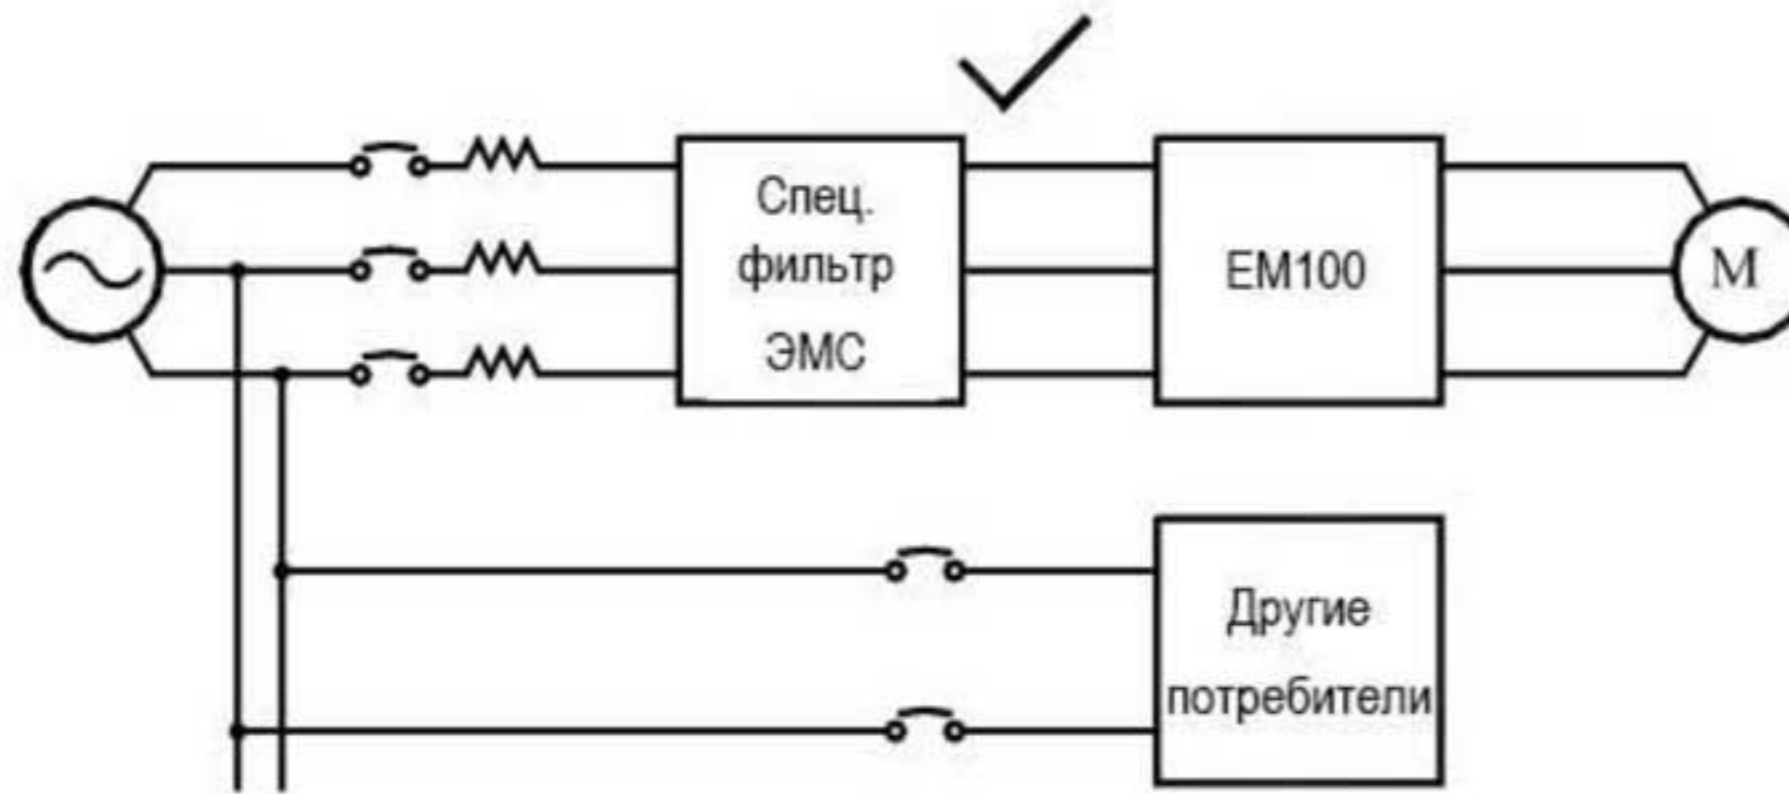
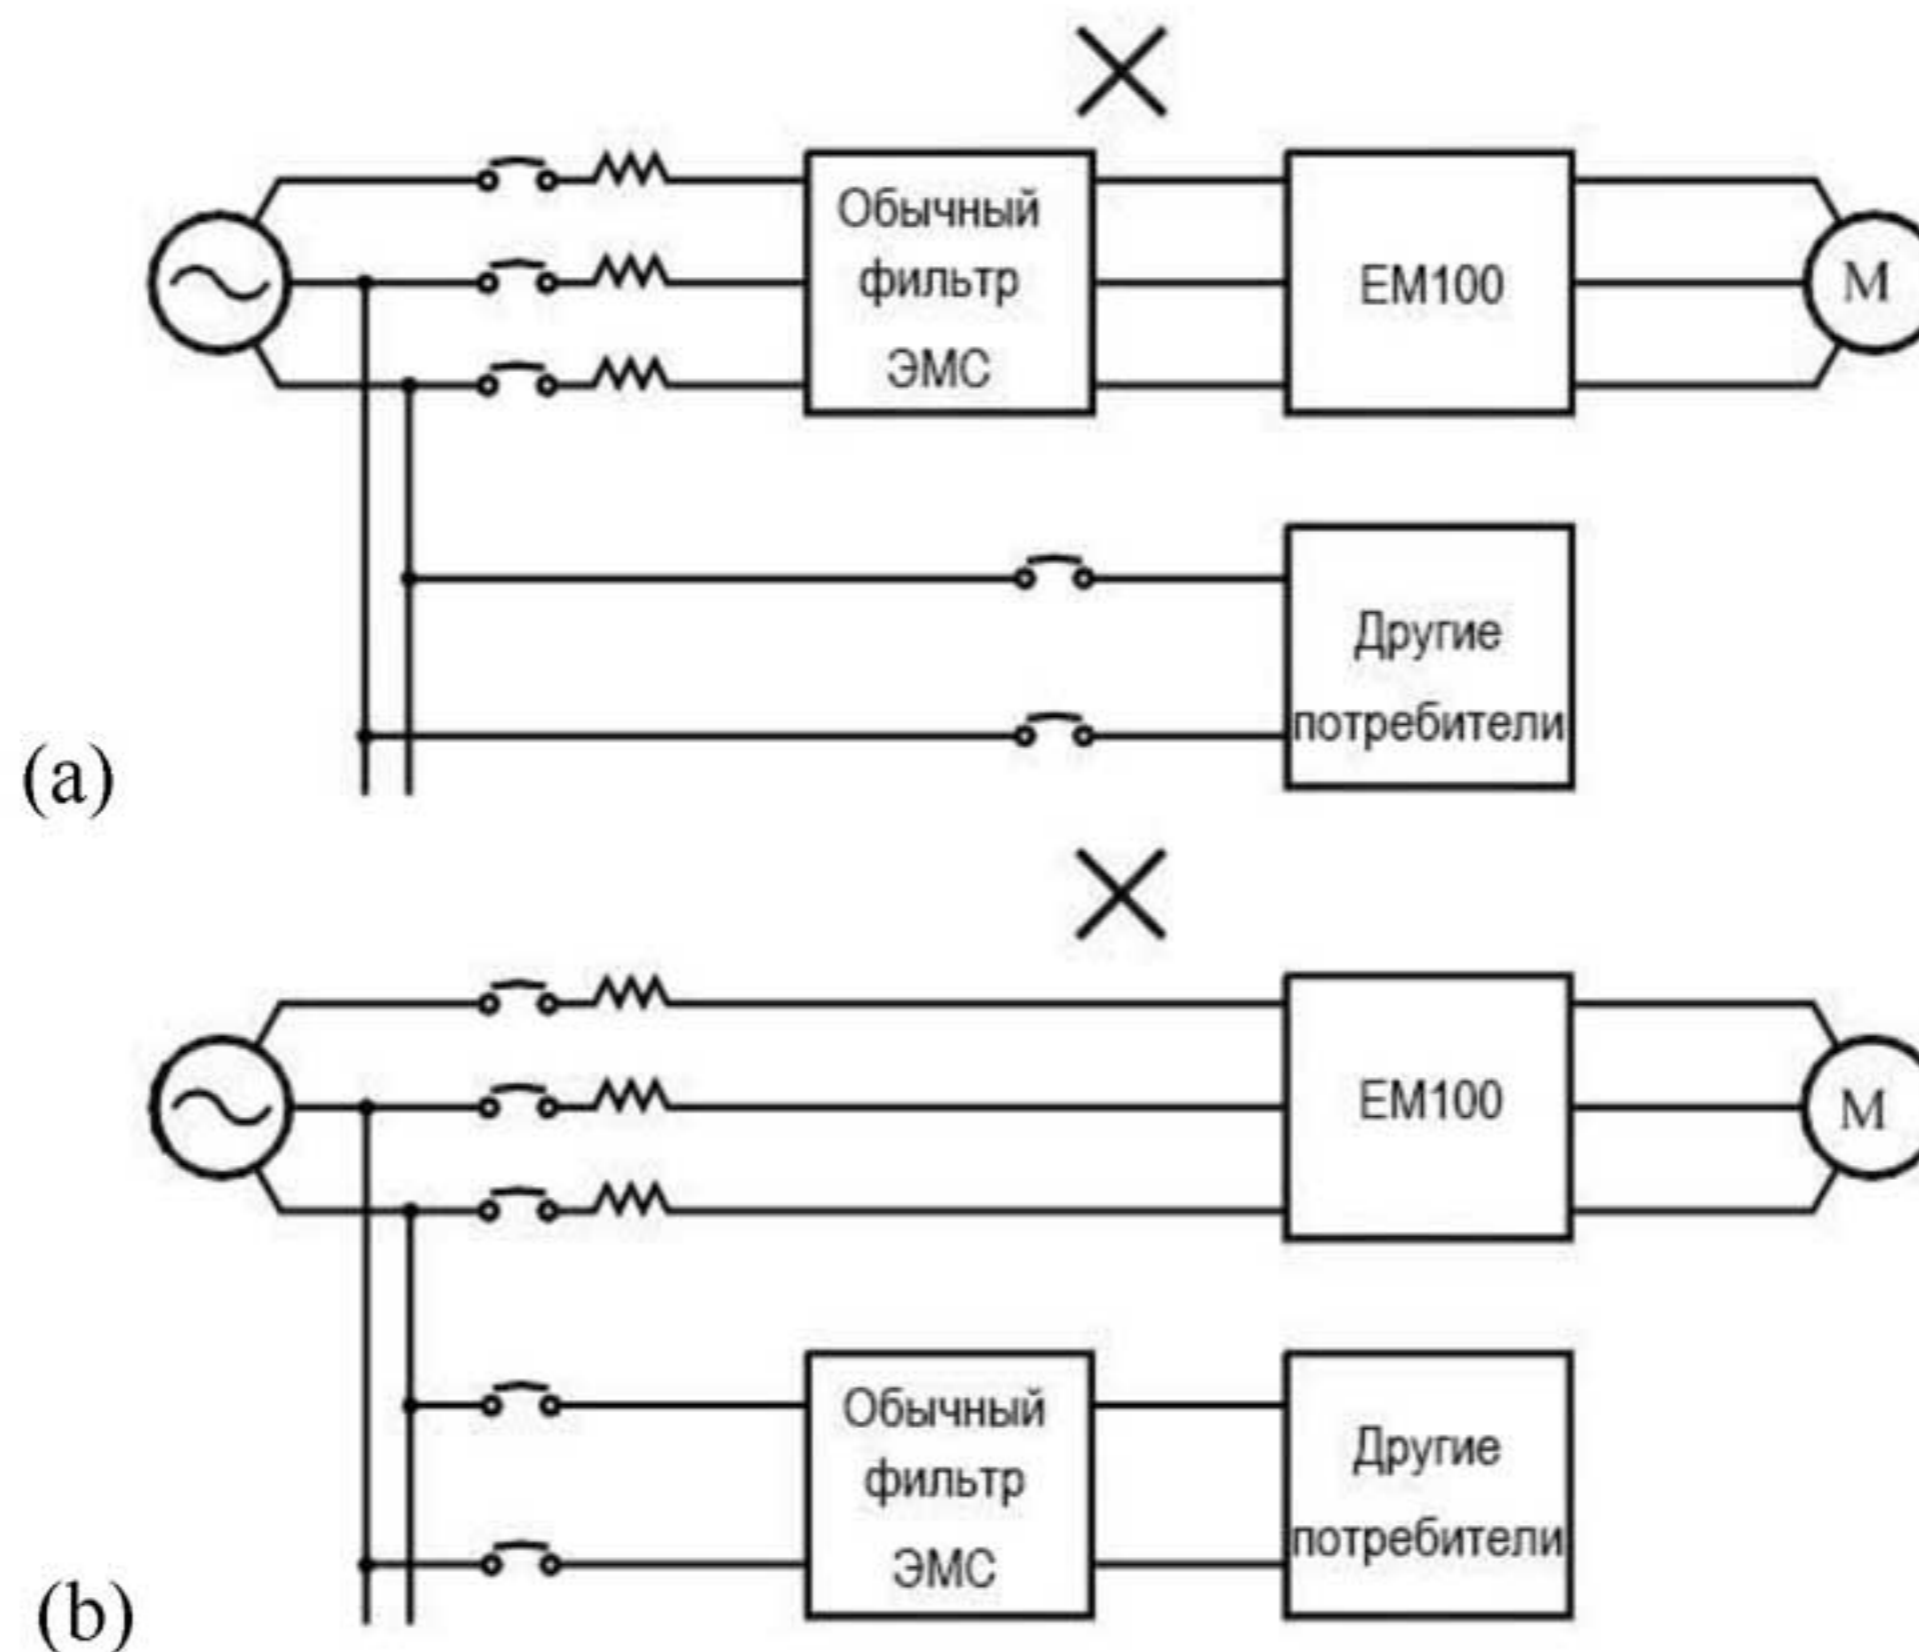

Рис. 3-7 Правильная установка фильтра ЭМС
Рис. 3-8 Неправильная установка фильтра ЭМС
- Правильная и неправильная установка фильтра показана на Рис. 3-7 и Рис. 3-8.